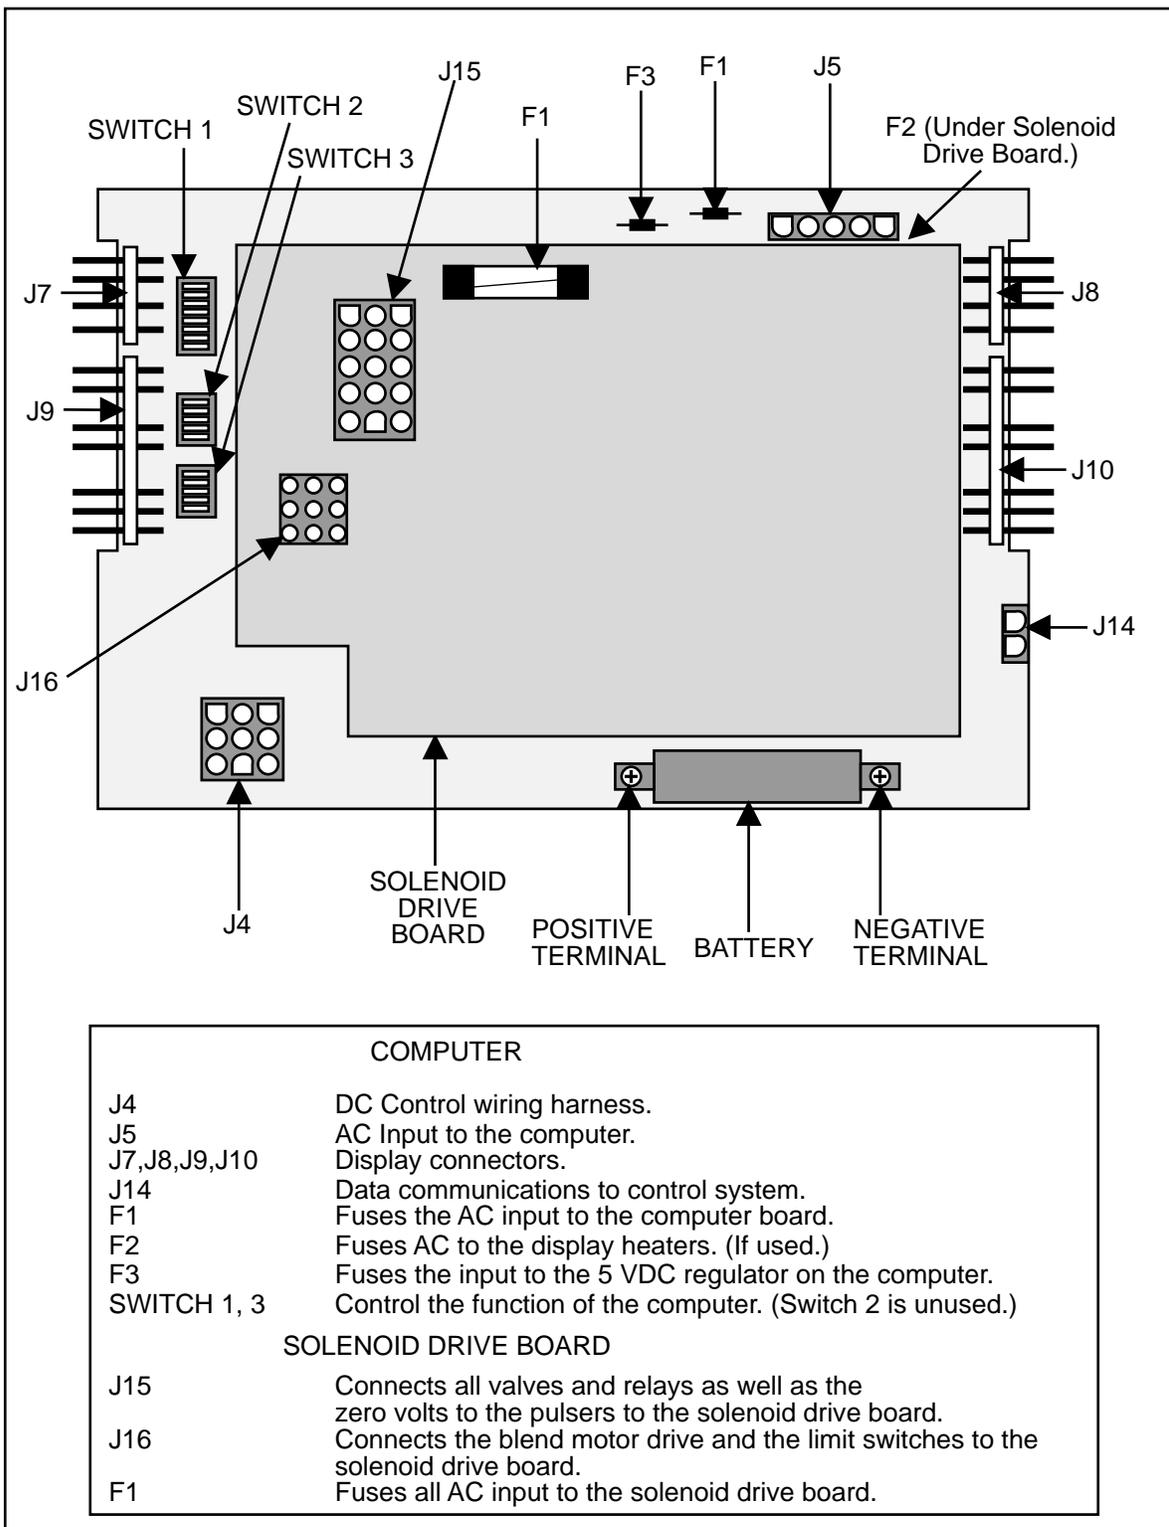

FIGURE 3-1. SC-82B COMPUTER AND SOLENOID DRIVE BOARD
3.4. COMPUTER ASSEMBLY (SEE FIGURE 3-1)